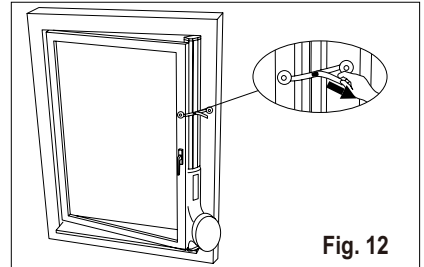

Fig. 12
3. Spingere all'indietro la leva di bloccaggio per fissare la lunghezza del dispositivo per l'attacco alla finestra, quindi chiudere la finestra e pinzare il kit finestra tra la finestra ed il suo telaio. Per fissare il kit finestra, togliere la pellicola di protezione nella parte posteriore delle linguette ancoraggio e fissarle sul telaio della finestra, quindi fissare la cinghia (Fig. 12).